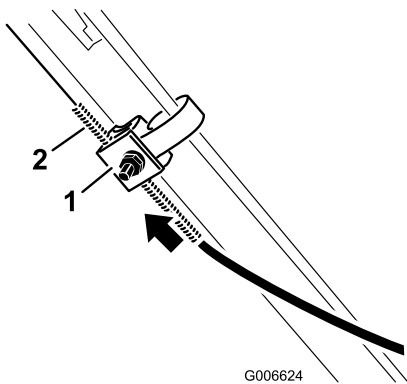

Bild 29
4. Drücken Sie den Kabelmantel nach oben 5 mm (Bild 29).